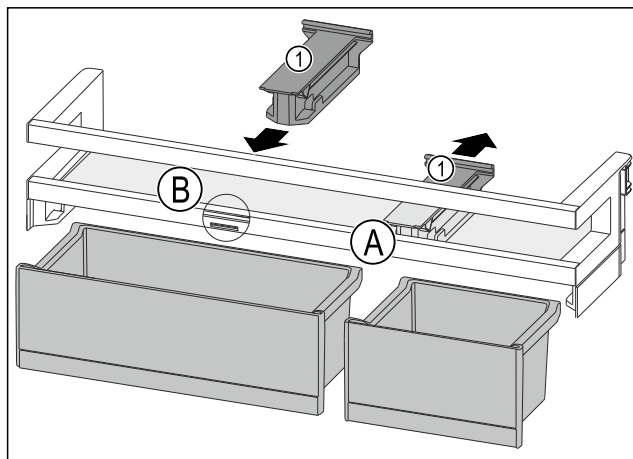

Fig. 94
- Tõmmake hoideosa Fig. 94 (1) positsioonis Fig. 94 (A) tahapoole maha.
- Pange hoideosa Fig. 94 (1) positsioonis Fig. 94 (B) sisse.